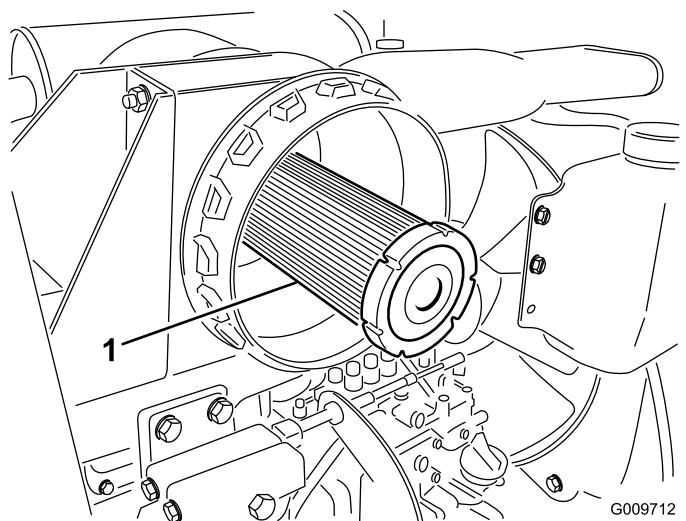

Figura 40
**Importante:** Non cercate mai di pulire il filtro di sicurezza (Figura 40). Sostituitelo ogni 3 interventi di manutenzione sul filtro primario.